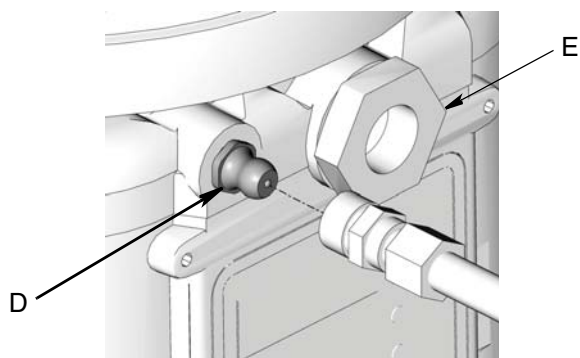

Рис. 22
1. Подсоедините заправочный шланг к впускному фитингу (D) (Рис. 22).